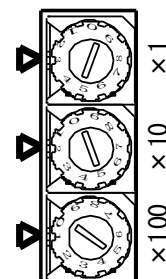

図3
2. 図1の⑦のロータリースイッチを図3のように“123”に設定する